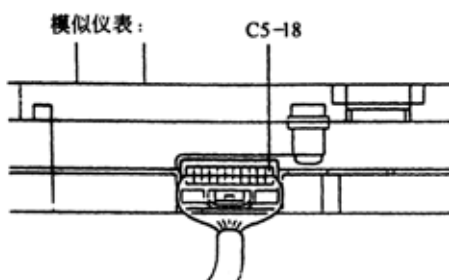
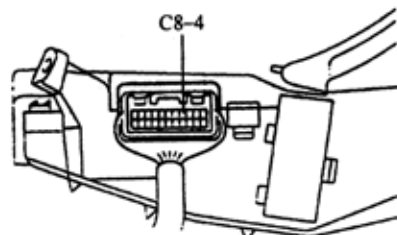

图 9-84
图 9-85
(2) 使用示波器检查组合仪表总成输入信号波形(参考)，如图 9-84、图 9-85 所示。